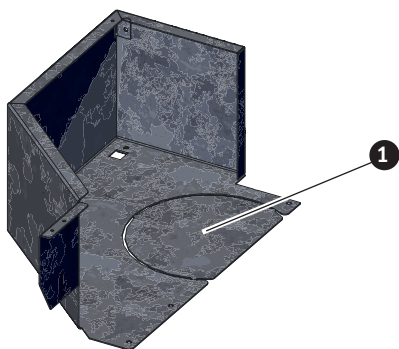

Fig. 53 Staccare la prepunzonatura solo se il raccordo dei gas combusti è rivolto verso l'alto
- ▶ Se il raccordo gas combusti è rivolto verso l'alto, staccare la prepunzonatura nel rivestimento sinistro superiore – Fig. 53. Se il raccordo gas combusti è rivolto verso il retro, non staccare la prepunzonatura.